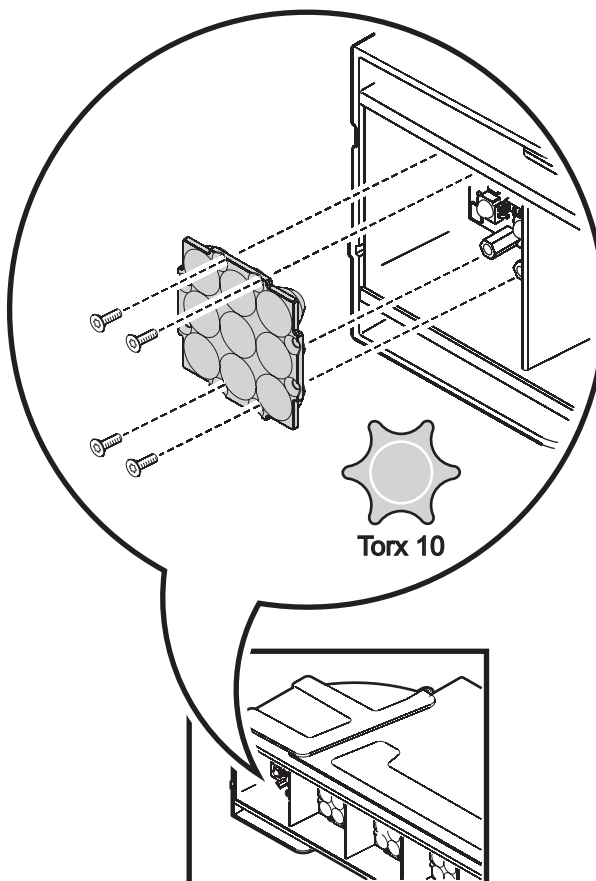

Bild 5: Entfernen einer Linsengruppe
2. Siehe Bild 5. Entfernen Sie die 4 Schrauben der Linsengruppe und ziehen Sie die Linse heraus. Bewahren Sie die Linsengruppe und die vier Schrauben für spätere Verwendung auf.